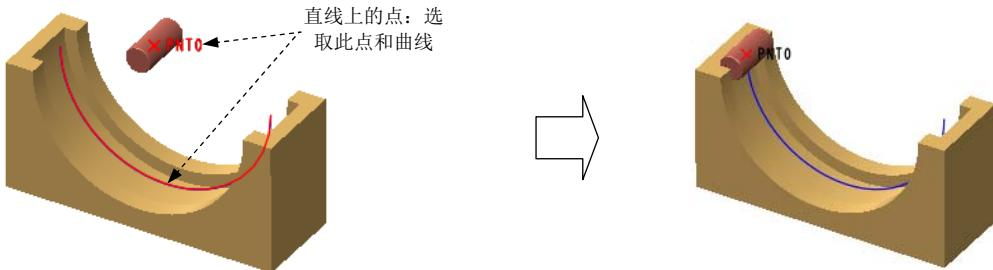

图 6.4.1 创建槽 (Solt) 连接
下面举例说明定义动态分析的操作过程。图 6.4.1 所示的机构模型将模拟滚筒在导槽中从高位落下的过程。在该机构中，滚筒受到自身重力的作用从高位落下，但由于能量损失和摩擦最终停止运动，机构中的能量损失和摩擦分别用槽连接的恢复系数和阻尼器来定义。
- Step4. 引入第二个元件 `slide.prt`，并将其调整到图 6.4.1 所示的位置。
(1) 在连接列表中选取 槽 选项，此时系统弹出“元件放置”操控板，单击操控板菜单中的 **放置** 选项卡。
(2) 定义“直线上的点”约束。选取图 6.4.1 所示的点（基准点 PNT0）和曲线为约束参考，此时 **放置** 界面如图 6.4.2 所示。